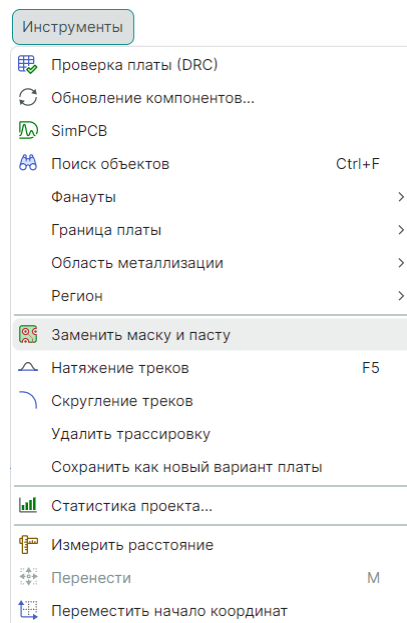

Рис. 544 Вызов инструмента
2. Нажмите на кнопку «Заменить маску и пасту», обозначенную символом  на панели инструментов «Плата», или в главном меню «Инструменты» → «Заменить маску и пасту», см. Рис. 544.